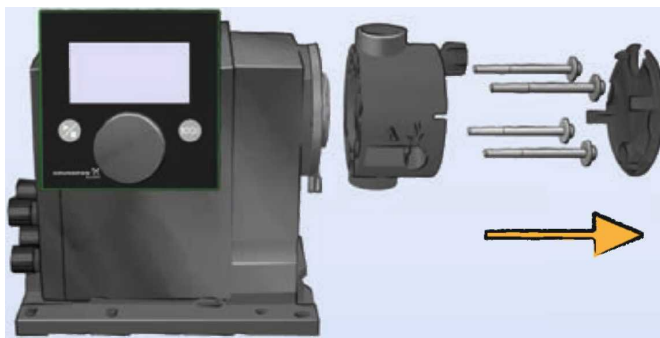

Abb. 56: Dosierkopf demontieren
- ➔ Den Deckel abnehmen, die Schrauben am Dosierkopf lösen und mit Scheiben abnehmen, anschließend den Dosierkopf abnehmen (siehe Abb. 56).